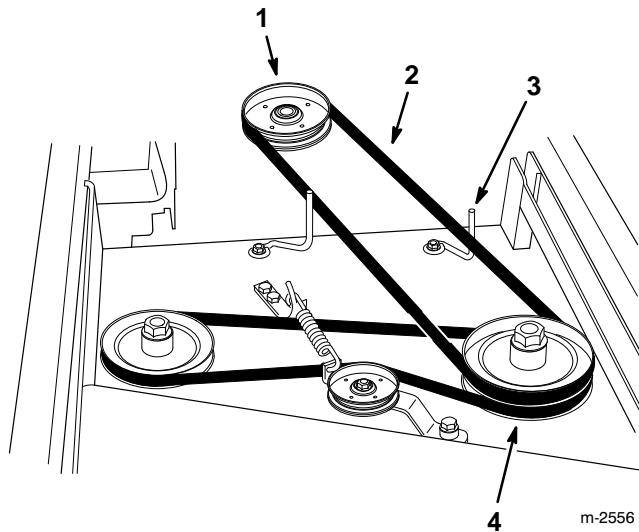

Abbildung 27
4. Den abgenutzten Antriebsriemen entfernen (Abb. 27).
5. Den neuen Antriebsriemen an der Antriebsscheibe der Antriebseinheit und der oberen Nut der linken Spindelscheibe anbringen (Abb. 27).